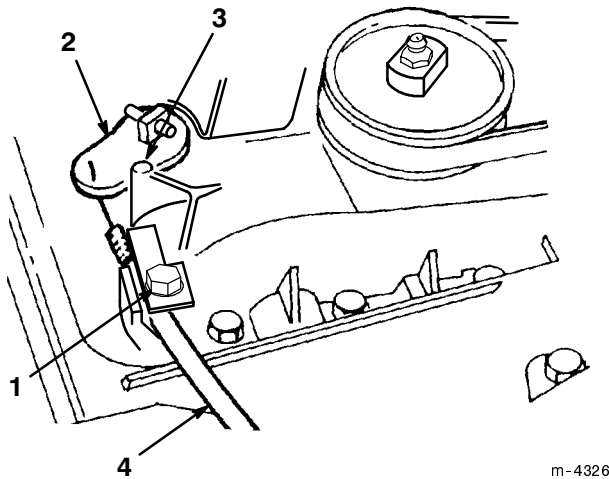

Bild 29
2. Lockern Sie die Klemmschraube (Bild 29).
3. Drücken Sie den Schalthebel, bis er fest am Anschlag anliegt (Bild 29).
4. Entfernen Sie das gesamte Spiel aus dem Fahrgeschwindigkeits-Bowdenzug und ziehen die Klemmschraube fest (Bild 29).